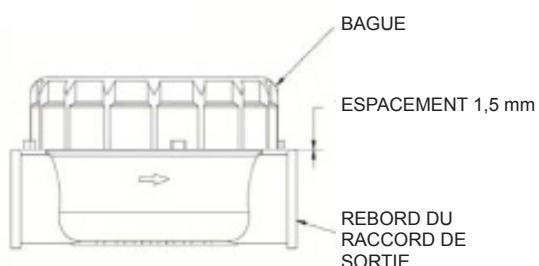

Figure 3
5. Revisser et serrer la bague de compteur à la main. Lorsque le serrage est correct, il y a un espace de 1,5 mm environ entre la bague et le rebord du raccord de sortie (voir Figure 3).